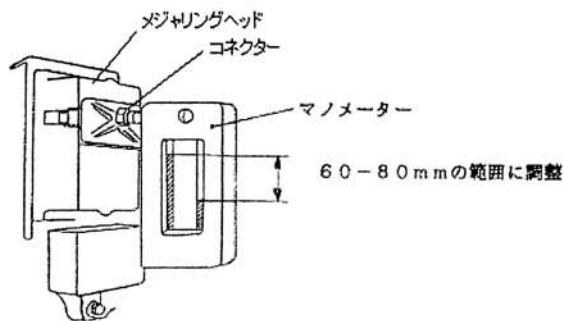

Fig. 1 計測部カバー・マノメーター
- ・計測部カバーのプラグをはずし、コネクターを取りつけ、真水を入れた Uチューブ マノメーターを取りつけます。(Fig 1参照)